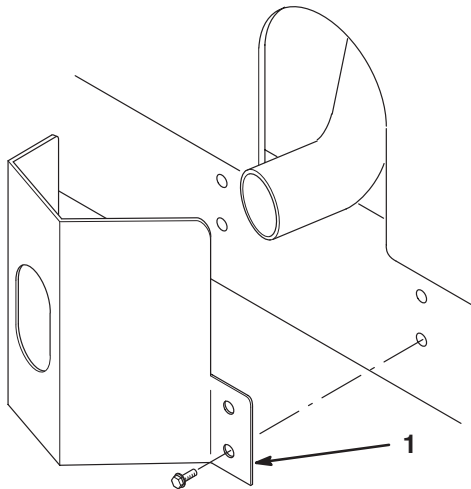

Figure 4
1. Placez la protection de l'échappement autour du silencieux et alignez les trous de montage avec ceux du châssis (Fig. 4).
2. Fixez la protection de l'échappement au châssis à l'aide de 4 vis autotaraudeuses (Fig. 4).